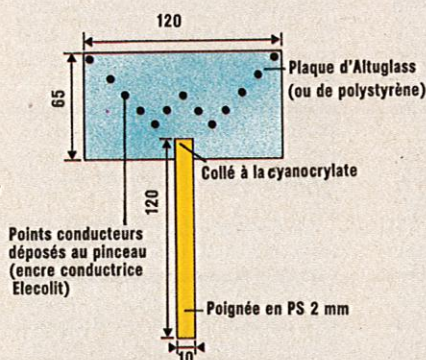

Figure 27. Le carreau étincelant.
- Le carreau étincelant. On le fabriquera très simplement en suivant les indications données **figure 27**. Les points conducteurs seront déposés au pinceau trempé dans de l'encre conductrice (Élécolit 340) en vente dans les magasins Tandy (35 F le flacon d'un gramme). Si l'on veut économiser le prix de l'encre, on pourra tout aussi bien découper de petits fragments d'étain et les coller en lieu et place des points argentés.